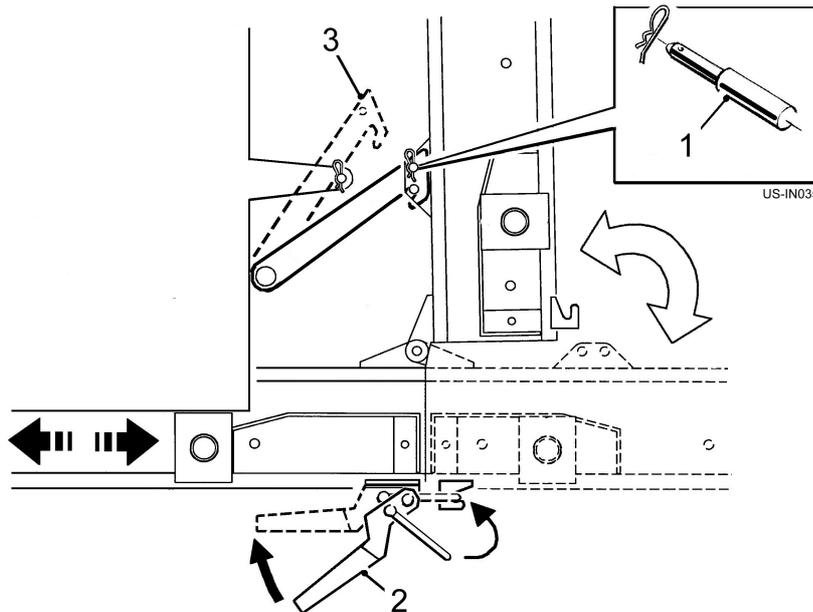

Fig 12
1. Qítense la patilla de transporte (item 1, fig 12).
3. Bloquee la cinta transportadora con las atrapadas inferiores (item 2, fig 12).
4. Interrumpir/rompa el combate el gancho de cerrojo (item 3, fig 12) y posición respecto a bodega.
5. Asegure patilla (item 1, fig 12) con el transporte.
1. Abra la cinta transportadora que la parte inferior capta (item 2, fig 12).
2. Quítese la patilla de transporte (item 1, fig 12).
3. Apriete el gancho de cerrojo (item 3, fig 12) sobre la cinta transportadora.
5. Inserte la patilla de transporte (item 1, fig 12).